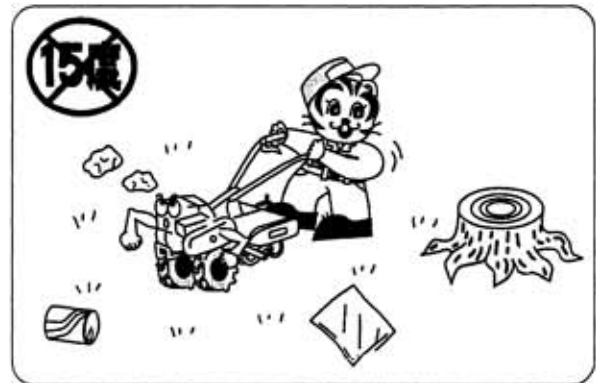

図35
1) 圃場条件の確認 (図35)
- ① 圃場内の空き缶、石、ビニール、針金、切株等はすべて取り除いてください。